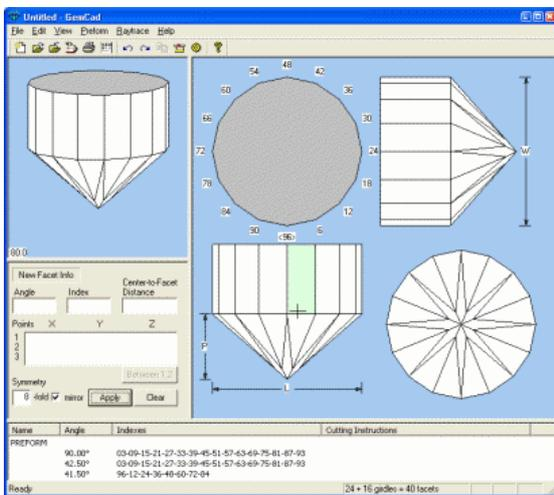

Bild 3
13. Schritt Cursor positionieren wie in Bild 3, linke Maustaste drücken. Damit wird die Höhe der Rondiste festgelegt